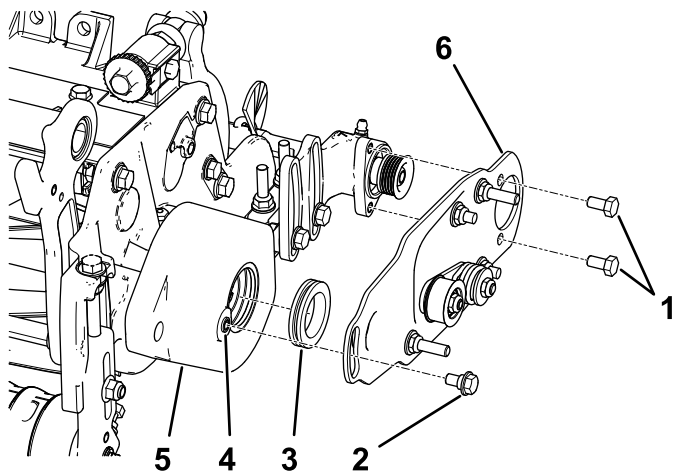

図 10
2. ローラブラシハウジングのハトメの内側にグリスを塗る 図 10。
3. 左または右ローラブラシのピボットプレートを取り付ける 図 10。
注 底部に、アイドラプーリアセンブリが 図 10 のように取り付けられていることを確認してください。
4. ボルト2本 5/16 x 1/2 インチ にロッキングコンパウンドを塗り、これを使ってブラシプレートをローラブラシ用ベアリングハウジングに取り付ける 図 10。
5. ショルダボルトをねじ込む前に、タップ5/16-18を使ってローラブラシハウジングのねじ山についているペイントを完全に除去する 図 10。
6. ショルダボルトにロッキングコンパウンドを塗布する 図 10。
7. ショルダボルトを使って、ブラシプレートをローラブラシハウジングに取り付ける 図 10。